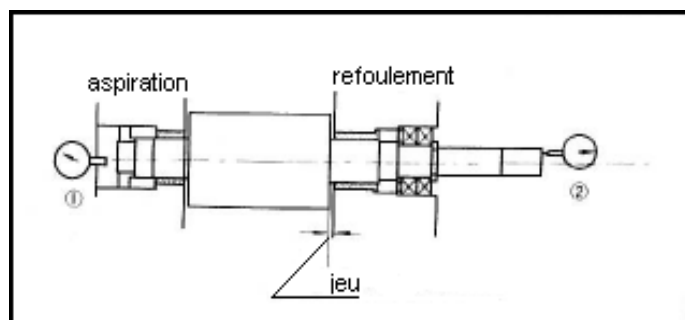

Fig. 103 Ajustage du palier de butée
- a) Placer les bagues entretoises (41) et les rondelles (42) en s'assurant qu'elles sont bien à leurs places. Ceci est très important pour la réglage du jeu des rotors du côté du refoulement, voir Fig. 103.